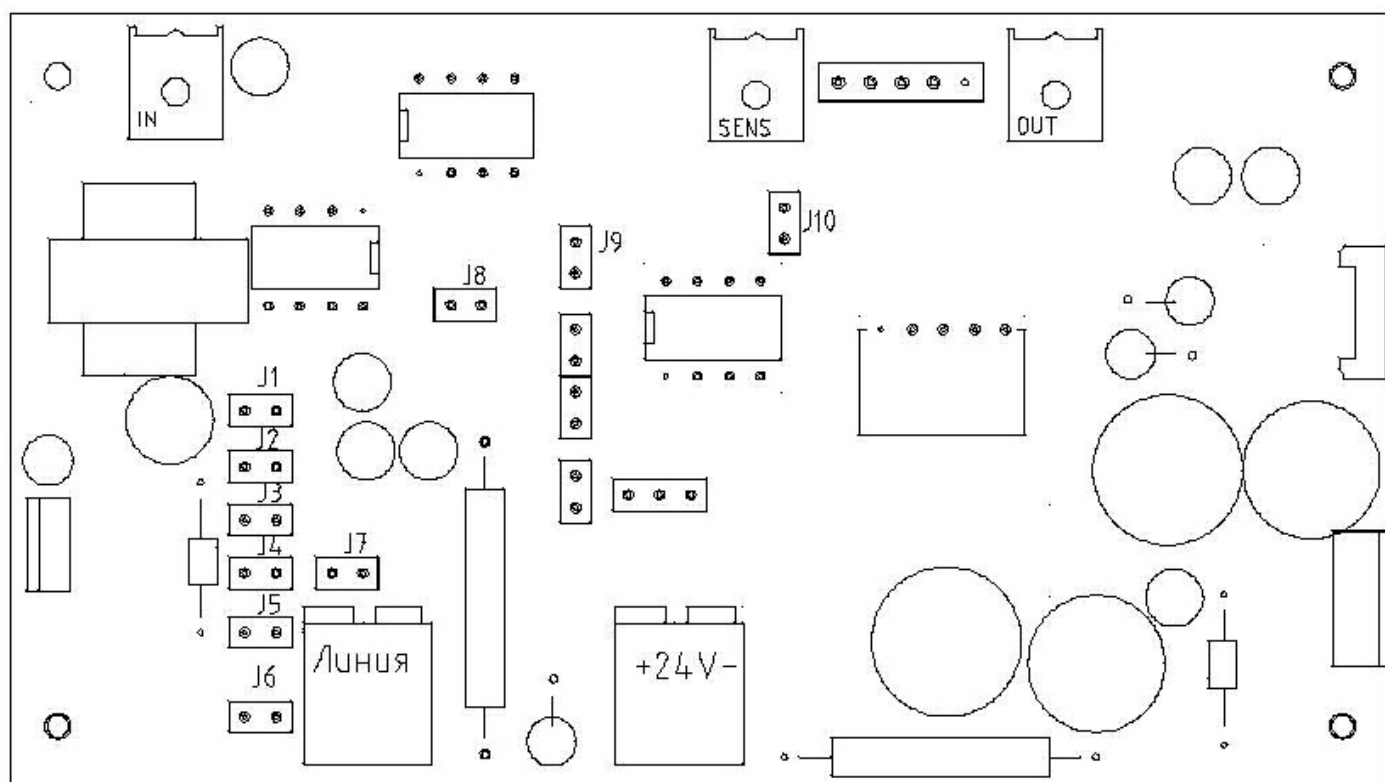

Рисунок 5.1.Расположение элементов регулировки и перемычки на плате прибора GC-4017М3 .А
5.1 Подключение проводов линии связи, источника питания к пульту осуществляется на клеммы, расположенные внутри пульта(рисунок 5.1)